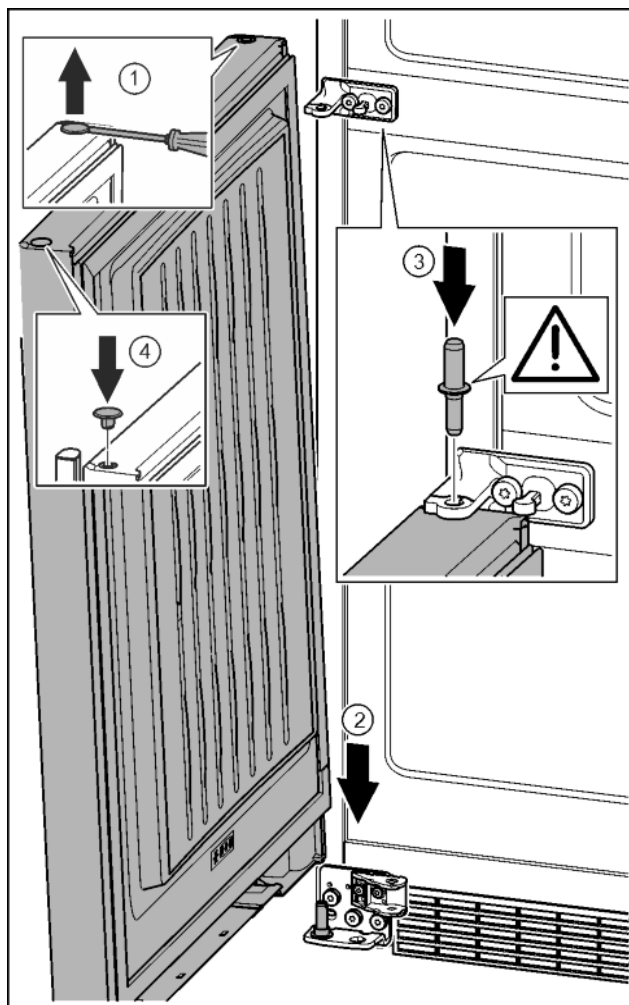

Fig. 40
- ▶ Zatyckę ostrożnie podważyć przy pomocy śrubokręta i wyjąć. Fig. 40 (1)
- ▶ Założyć drzwi od góry na dolny sworzeń zawiasu. Fig. 40 (2)
- ▶ Przełożyć środkowy sworzeń zawiasu przez środkową płytkę zawiasu, wkładając go w dolne drzwi. Przy tym zwrócić uwagę, by krzywka zatrzaskowa wskazywała do tyłu. Fig. 40 (3)
- ▶ Zatyckę założyć ponownie z drugiej strony drzwi. Fig. 40 (4)